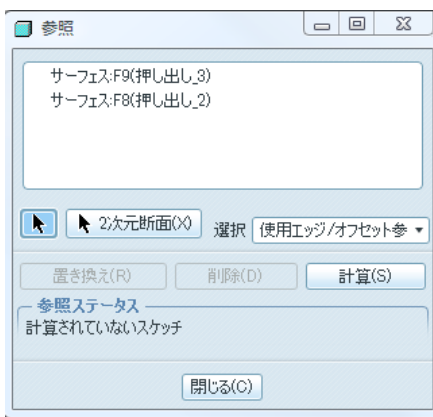

図 4-36 参照ボックスの新しい定義
- 追加指定をした参照エンティティは図 4-36 に示すようにスケッチ参照ボックスに収められて新しい参照内容として適用される。